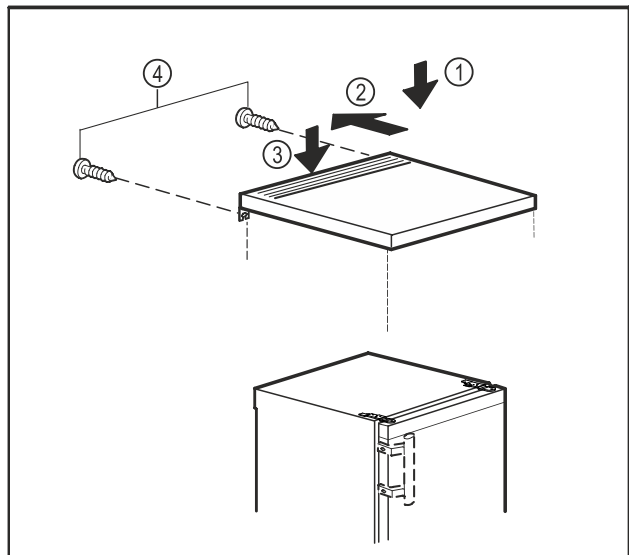

Fig. 10
- Legg bordplaten på apparatet. Fig. 10 (1)
- Skyv bordplaten bakover. Fig. 10 (2)
- Trykk ned bordplaten bak. Fig. 10 (3)
- Skru fast skruene på baksiden. Fig. 10 (4)